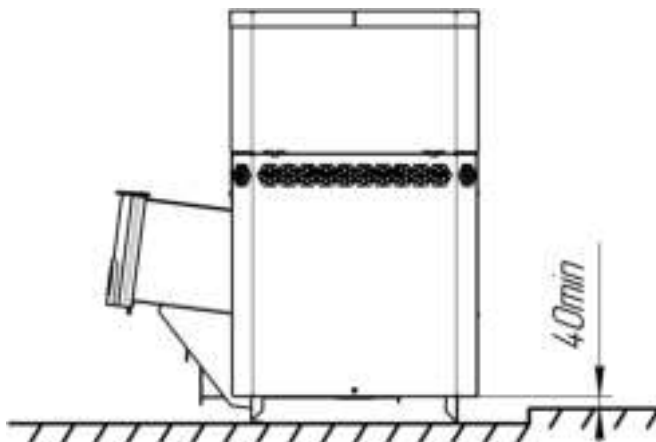

Рисунок 5 — Установка печи ниже уровня чистового пола
**ВНИМАНИЕ!** Запрещается устанавливать печь ниже уровня чистового пола при отсутствии притока воздуха к нижним конвекционным отверстиям (рисунок 5).